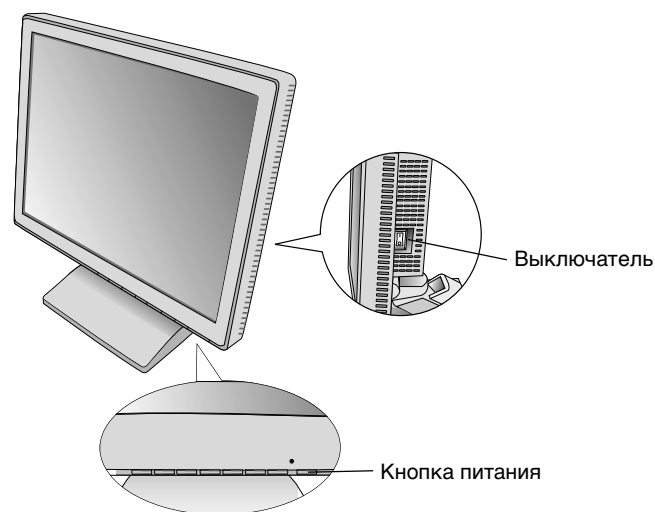

Рисунок D.1
6. Выключатель с правой стороны монитора должен быть включен (**Рисунок D.1**). Включите монитор с помощью кнопки питания и компьютер.